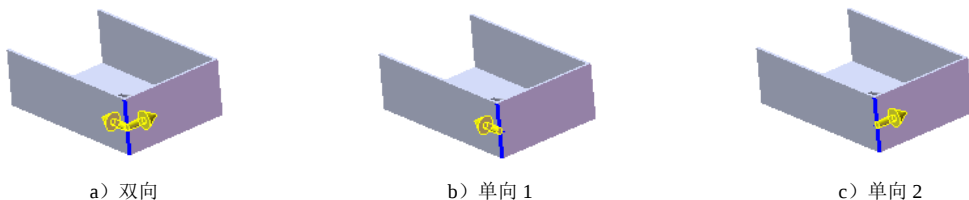

图 7.5.16 切换切口方向
- 单击 **改变方向(C)** 按钮, 可以切换三种不同类型的切口方向。默认情况下, 系统使用“双向”切口, 如图 7.5.16 所示。